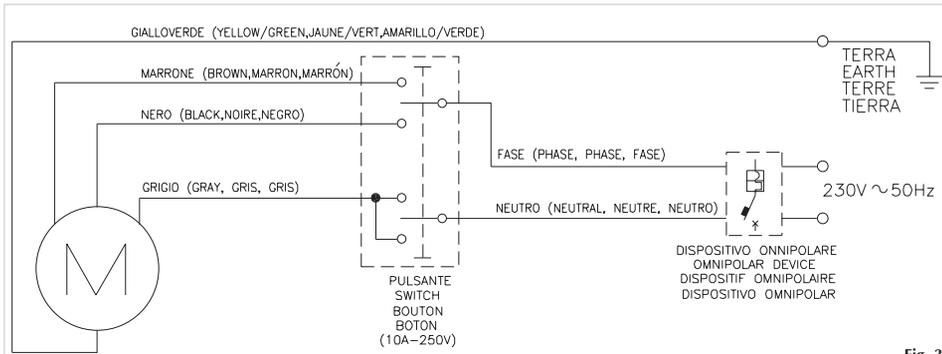

Fig. 3
- 15) Llevar a cabo las conexiones eléctricas como mues la fig.3 pasando el cable 4x1 mm situado en el interior de la barra del cierre evitando cualquier contacto con las partes giratorias. En presencia de motor con electrofreno, introducir la funda del freno dentro del segundo taladro Ø12.